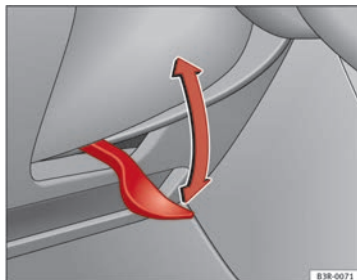

Fig. 144 Palanca debajo de la columna de dirección
- Tire de la palanca ⇒ fig. 144 hacia abajo ⇒ ⚠